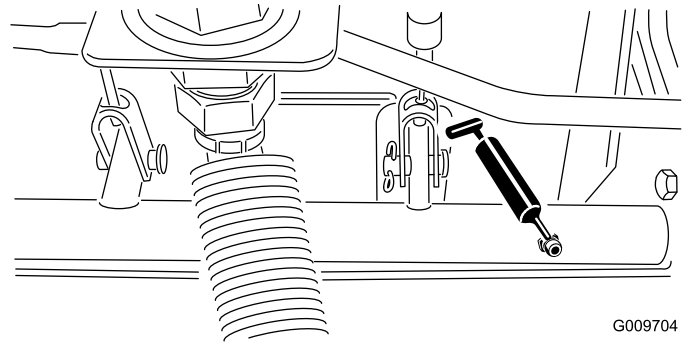

Figura 21
- Cojinetes del pivote del eje de freno (5) (Figura 21)